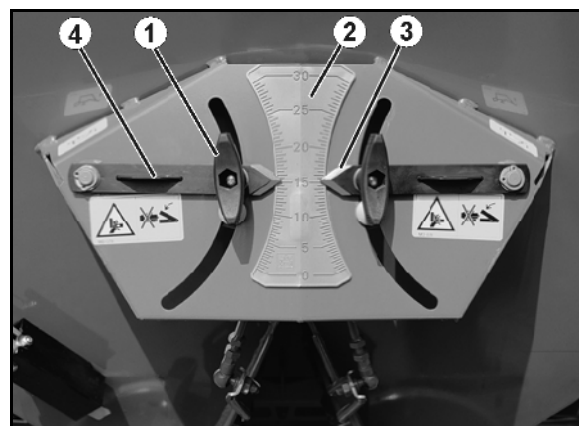

Fig. 64
2. Aflojar la tuerca de mariposa (Fig. 64/2).
3. Buscar el valor de escala específico para la posición de corredera en la escala (Fig. 64/1), según el valor extraído de la tabla de dispersión o con el dispositivo de giro.
4. Posicionar el indicador (Fig. 64/4) de la marca (Fig. 64/3) en dicho valor de la escala.
5. Volver a apretar la tuerca de mariposa (Fig. 64/2).